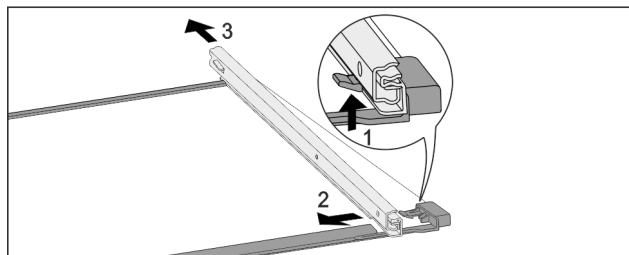

Fig. 173 带轨道的玻璃隔板
- ▶ 向上按前端的锁定钩。Fig. 173 (1)
- ▶ 将牵伸轨推向一侧 Fig. 173 (2)，然后向后 Fig. 173 (3) 推。